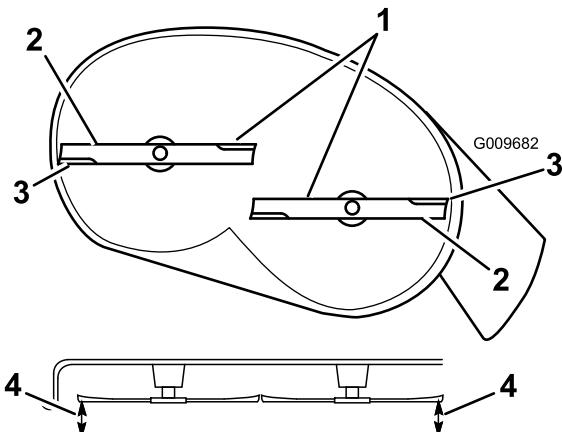

Figure 48
4. Faites pivoter les lames avec précaution pour qu'elles soient toutes parallèles (Figure 48).
- 5. Mesurez la distance entre les tranchants extérieurs et le sol plat (Figure 48).